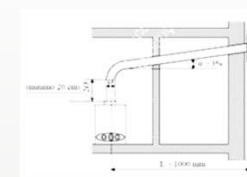

Figura 2
- A montagem indicada na figura 2 somente é permitida no caso em que não seja possível executá-la de outro modo, devendo a grelha ser como o indicado, de modo a que os ventos rasantes não perturbem o funcionamento do aparelho.